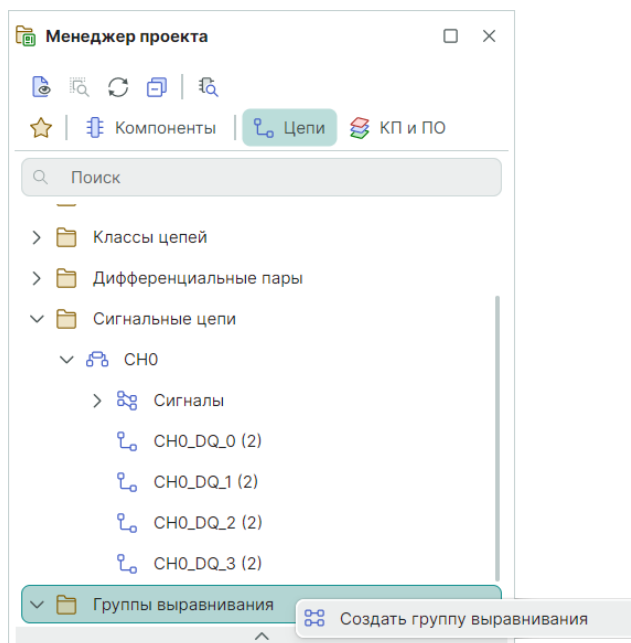

Рис. 364 Выбор пункта меню «Создать группу выравнивания»
1. В панели «Менеджер проекта» → «Группы выравнивания» из контекстного меню выберите пункт «Создать группу выравнивания», см. Рис. 364.